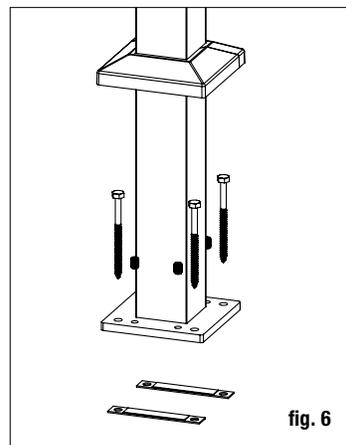

fig. 6
**Paso 4** Vuelva a colocar el conjunto del poste con la placa niveladora insertada entre la terraza y la base del poste, y alineado con los agujeros taladrados. Inserte los sujetadores del poste (**NO INCLUIDOS**) y apriételos parcialmente. Use un nivel para ajustar los tornillos de nivelación con una llave Allen de 3/16 pulg. hasta que el poste esté totalmente vertical. Apriete por completo los sujetadores del poste para fijar la base a la estructura de la terraza. *Nota: se recomienda usar tornillos tirafondo de 8 mm (5/16 pulg x 10.1 (4 pulg.) o más.* (fig. 6)